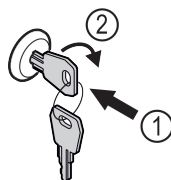

Fig. 240
- ▶ Iespiediet atslēgu. Fig. 240 (1)
- ▶ Grieziet atslēgu par 90° pulksteņrādītāja virzienā. Fig. 240 (2)